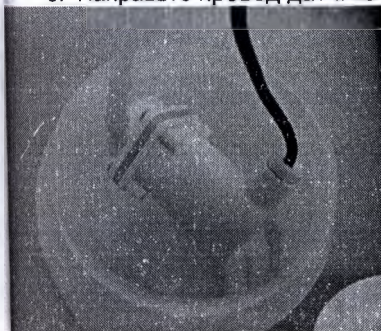

Рисунок 3-2 Бутылка для промывки с насосом
5. Поместите насос в бутылку для промывки (Рисунок 3-2)